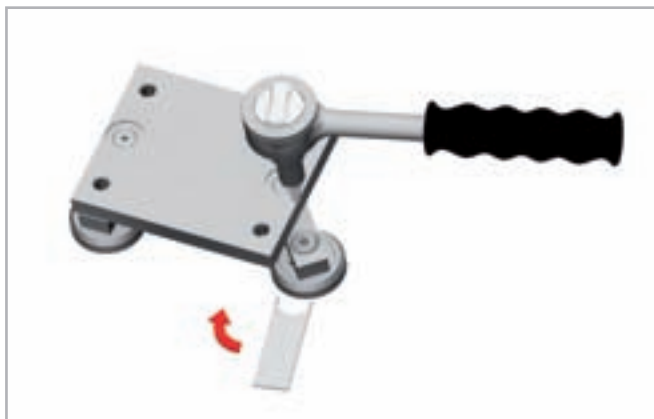

Рис. 22
- ввести специальный входящий в комплект поставки плоский регулировочный ключ в зацепление с шестигранником регулируемого ролика (см. рис. 22);